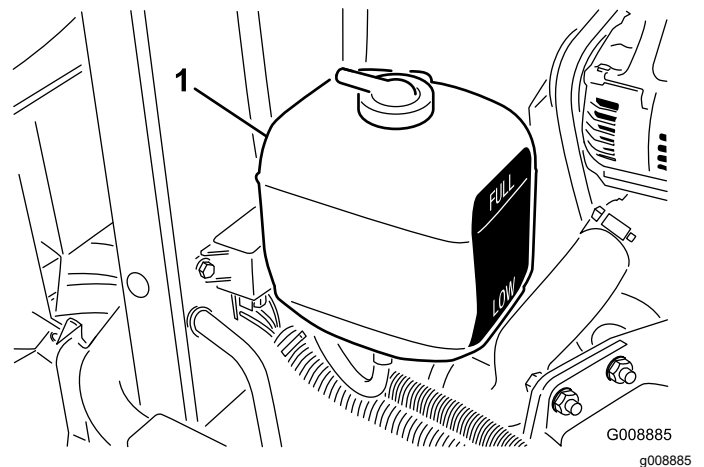

図 31
2. 補助タンクの冷却水量を点検する図 31。エンジンが冷えた状態で、タンク側面についている本の線の間であれば適切である。